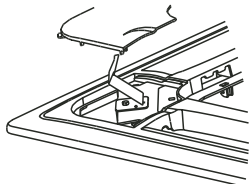

Рисунок 4-12
2. Снимите монтажные заглушки с четырех углов решетки. Выверните болты, отсоедините заглушки и выньте их. (См. рис. 4-12).